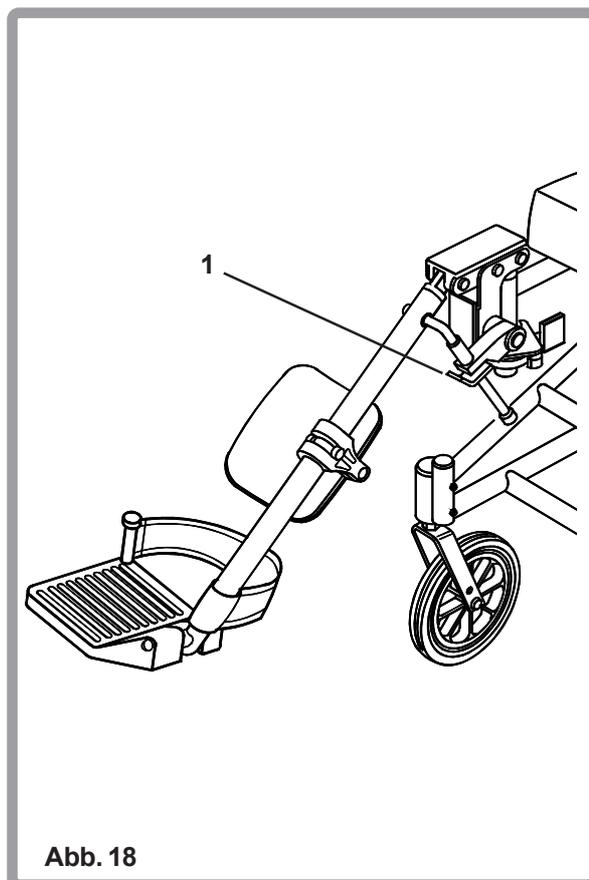

Abb. 18
Die Fusstützen (ELR) rasten automatisch ein, wenn sie angehoben werden. Um sie im Sitzen wieder zu senken, drücken Sie den Auslösehebel (1) und bringen Sie die Stützen wieder in die Ausgangsposition. Sie rasten automatisch ein (Abb. 18).